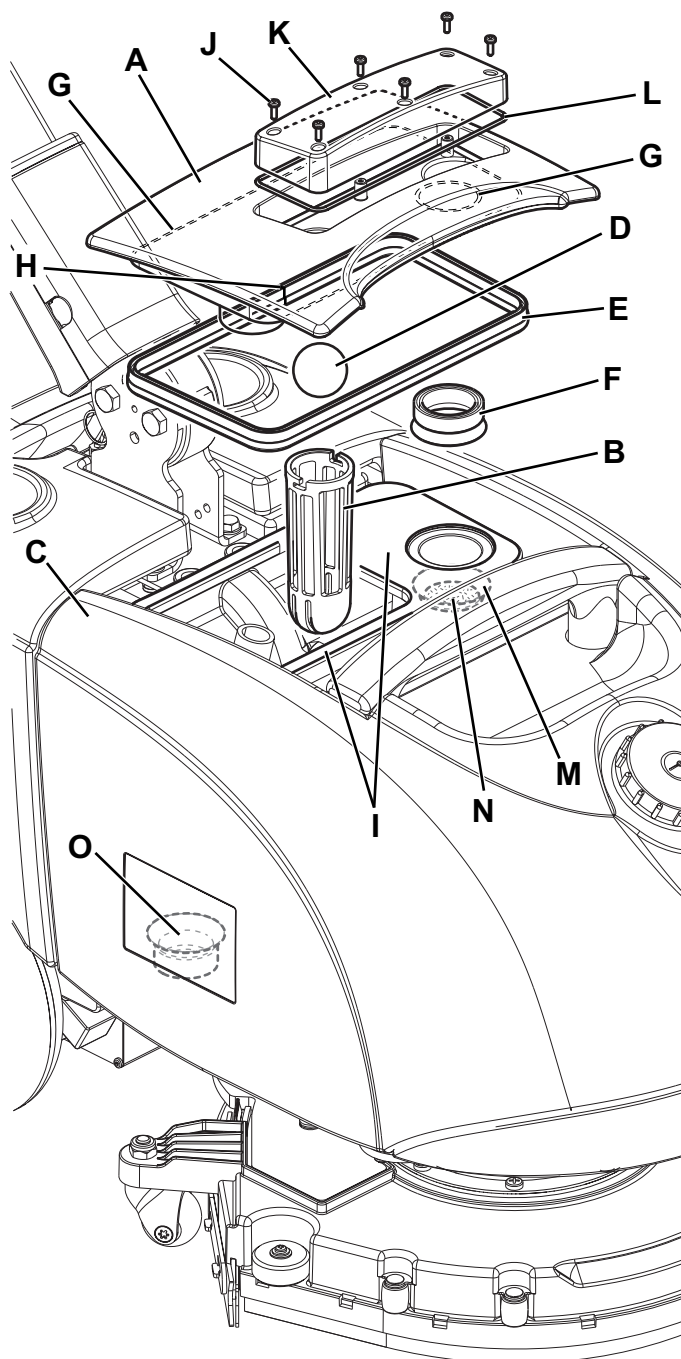

Figure 5
2. Tourner la manette (32) sur «0» et débrancher la batterie (7).
3. Soulever le couvercle (A, Fig. 5), puis nettoyer et laver à l'eau propre le couvercle et la grille d'aspiration (B). Vider l'eau des réservoirs (C) et les nettoyer.
4. Si besoin est, dégager la grille (B) en la tournant et enlever le flotteur (D), puis nettoyer avec soin et installer à nouveau.
5. Contrôler l'intégrité des joints (E) et (F).